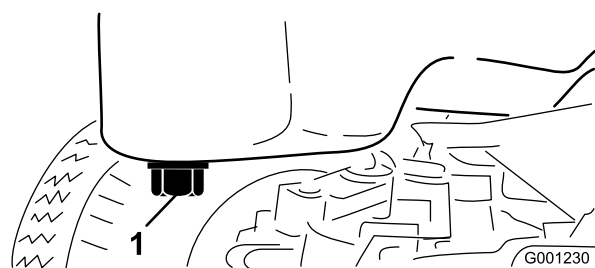

Рисунок 50
3. Подставьте сливной поддон под масляный поддон, совместив со сливной пробкой (Рисунок 50).